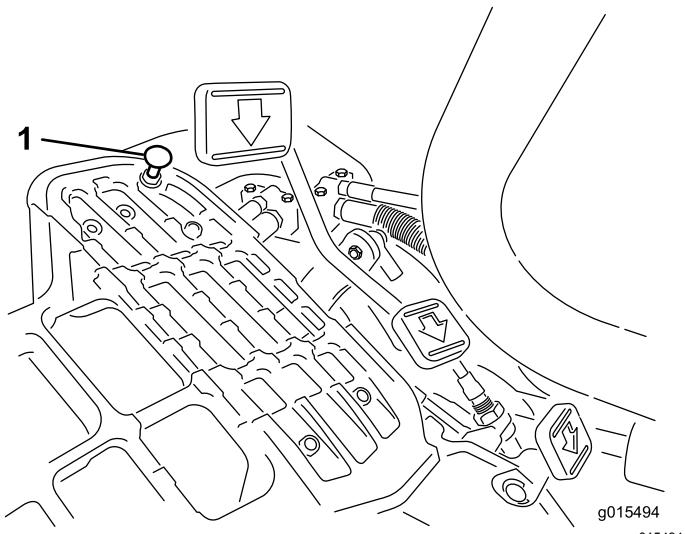

图50
向下踩驱动踏板。如果在拉线感到张紧力之前、踏板接触到限位器 图50，则需要进行调整。
1. 松开将踏板限位器固定到底板上的凸缘头锁紧螺母 图50。